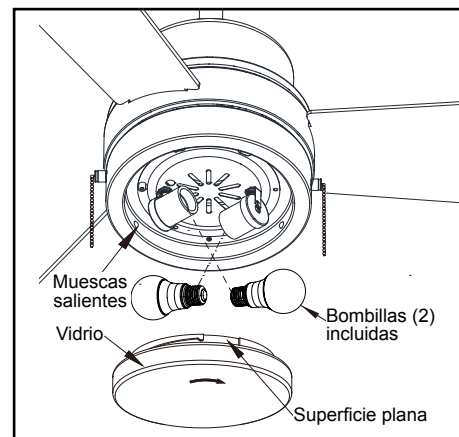

Figura 16
7. Con la electricidad cortada, instala las dos bombillas LED enroscándolas en los portabombillas. (Figura 16)
8. Coloca la pantalla de vidrio dentro de la carcasa del kit de luces alineando las tres áreas planas en la parte superior de la pantalla con las tres muescas salientes en la carcasa. Gira la pantalla de vidrio de izquierda a derecha hasta que se detenga. (Figura 16)